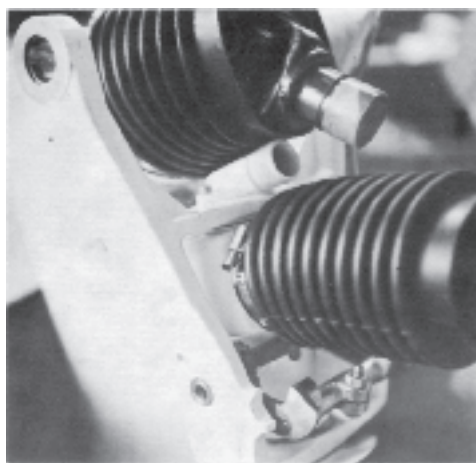
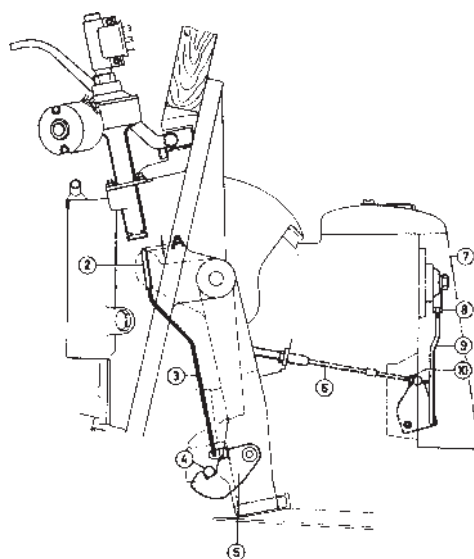

Fig. 28
Fig. 30
6. Häng på slangklammorna (46, 147) för avgas- och kylvattenslangarna. Anslut slangarna och drag åt slangklammorna. Åtdragningsskruvarna för kylvattenslangen skall placeras på sidan av slangen. Beträffande avgasslangen skall slangklammorna vridas som fig. 28 och 29 visar. Det är av stor betydelse att klammorna får en rätt montering då de annars kan skada intilliggande slangar samt hindra drevets rörelser.
7. Skjut ut reglagekabeln genom skölden och stick in den i drevet. Montera låsplattan (138), så att den låser i kabelns spår.
8. Kontrollera att manöverspaken och drevets växelhävarm står i neutralläge. Skruva på låsmutter och tärning på reglagekabeln så långt, att tärningen kan monteras i hävarmen. Växelsångens 9 fig. 30 och reglagekabelns 6, lagringar får ej klämma i hävarmarna vid fram-, back- och neutralläge.